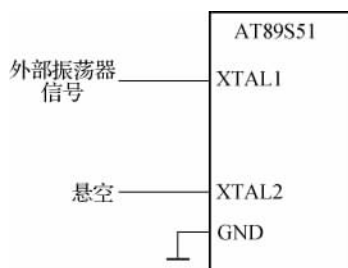

图 1-4 AT89S51 的外部时钟方式电路
(2)外部时钟方式。使用现成的外部振荡器产生脉冲信号,常用于多片 AT89S51 同时工作,以便于多片单片机之间的同步。外部时钟源直接接到 XTAL1 端,XTAL2 端悬空,外部时钟方式的电路如图 1-4 所示。